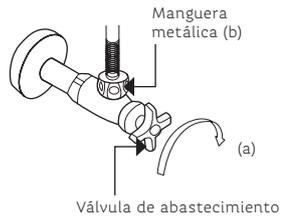

Figura 4.
Para ello, presenta el Cabezal a la distancia de 30 cm, marca con un lápiz los puntos de perforación, realiza las perforaciones por medio de un taladro con broca de 5 mm. Coloca los taquetes y, finalmente, instala el Cabezal por medio de 4 tornillos de 5 mm (ver Figura 4).
1. Cierra la Válvula de abastecimiento de agua fría debajo de tu tarja (a) y remueve la manguera metálica (b) (ver Figura 4).